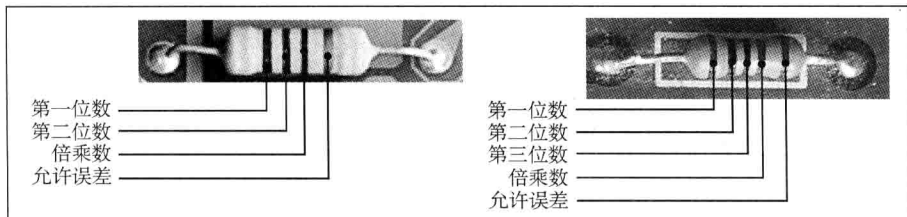

图 1-13 固定电阻色环标志读数识别规则
② 色标法。将不同颜色的色环涂在电阻上来表示电阻的标称值及允许误差,各种颜色所对应的数值见表 1-1。固定电阻色环标志读数识别规则如图 1-13 所示。